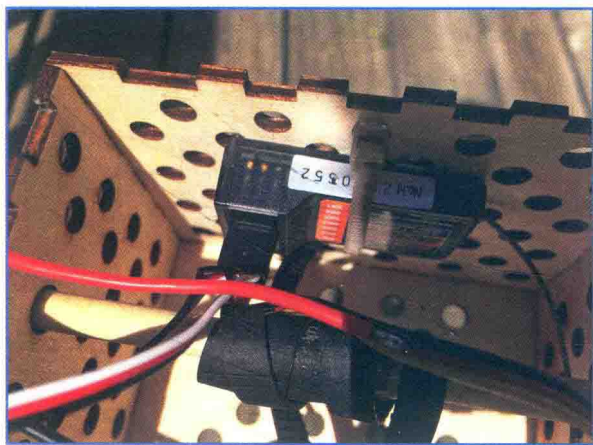

图 7.15 用束线带将接收机固定在内舱
10. 用束线带将接收机连接到内舱，如图 7.15 所示。将接收机放在靠前的位置，以便靠近调速器。